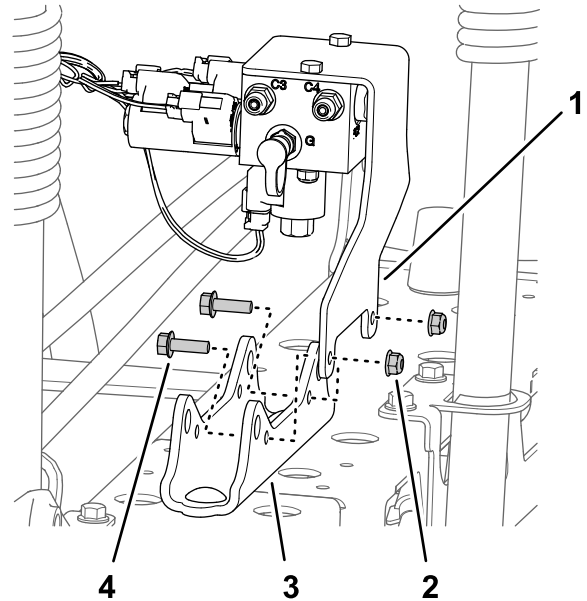

Figura 41
- **Máquinas sin el kit opcional de nivelación del Ultra Sonic Boom:** retire las 2 contratuercas con arandela prensada (5/16") y los 2 pernos con arandela prensada (5/16" x 1") que sujetan el soporte del distribuidor de elevación al soporte de los cilindros, y separe el distribuidor y su soporte del soporte de los cilindros (Figura 41).